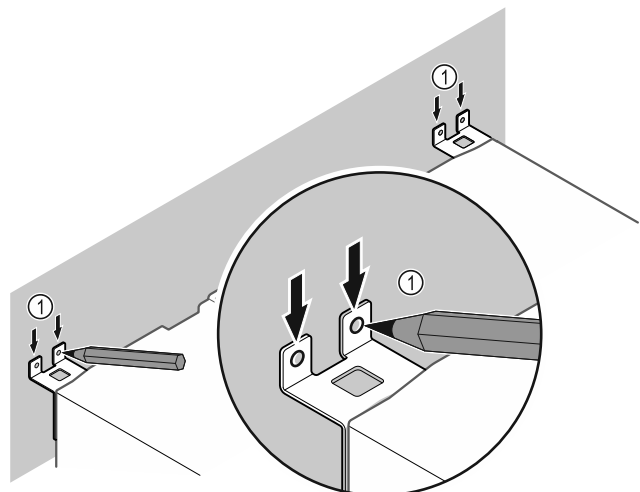

Fig. 10
- ▶ Padarykite ant sienos žymas Fig. 10 (1).